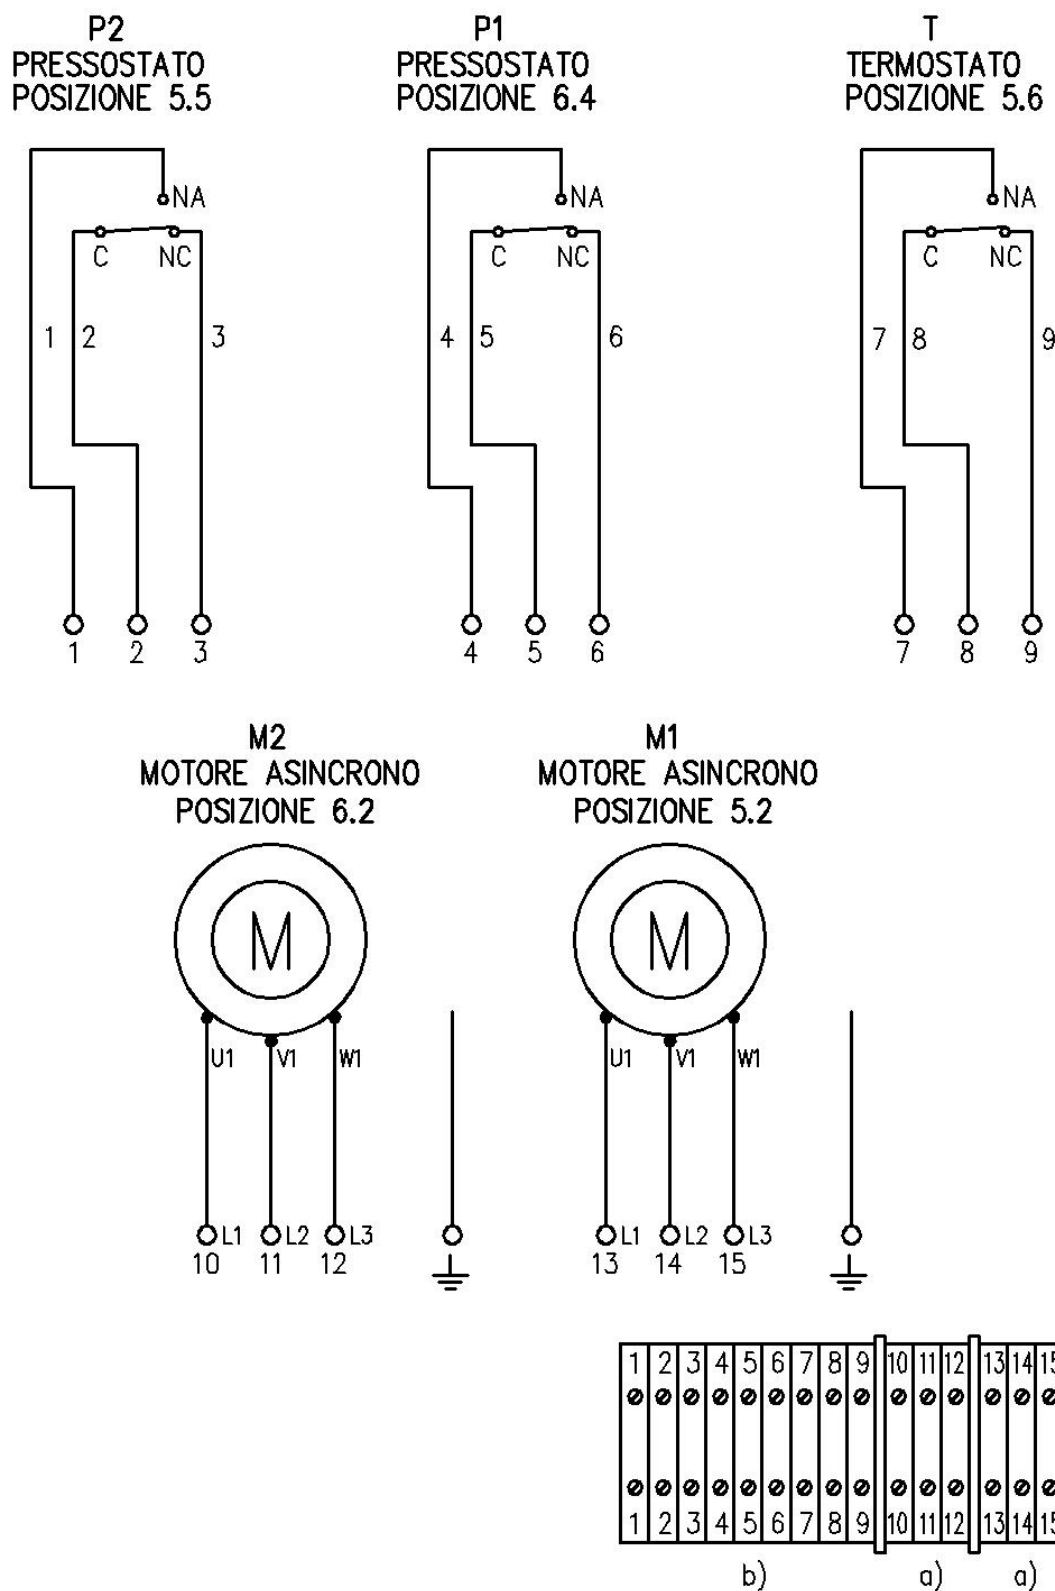

Fig. 5 - Schema elettrico scambiatore di calore aria-aria
b.8 Apparecchi di controllo (vedere schema di fig. 5)